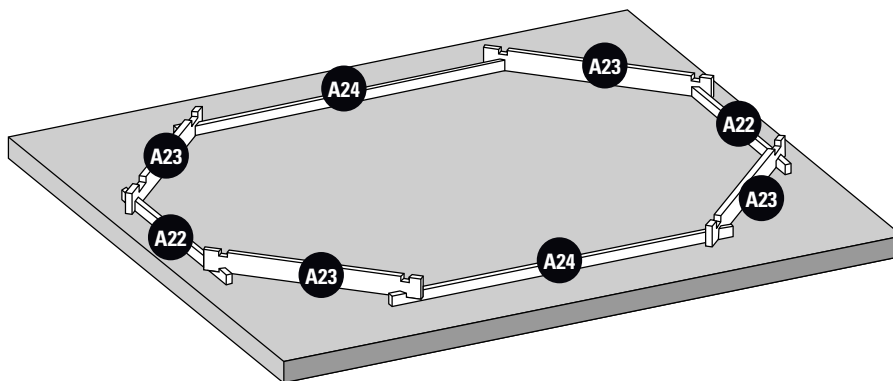

Fig. 1 / Abb. 1 / Afb. 1
**INSTALLATION OF THE FIRST LAYER OF BOARDS:** • Build the first layer placing boards (A22), (A23) and (A24) as shown by figure 1. • Adjust the shape of the pool using the inside dimensions indicated in the installation diagram (see page 44/46). • The drawing shows the inside dimensions of the pool for the different opposing diagonals. After having installed the first layer, you should check the inside dimensions of the pool.
**POSITIONNEMENT DE LA 1ÈRE RANGÉE DE MADRIERS :** • Constituez la première rangée, en disposant les madriers (A22), (A23) et (A24) comme indiqué sur la figure 1. • Ajustez la forme de la piscine en vous aidant des dimensions intérieures indiquées sur le plan d'implantation (Voir page 44/46). • Le plan donne les dimensions intérieures du bassin pour les différentes diagonales opposées.
**POSITIONIERUNG DER ERSTEN REIHE VON BRETTERN:** • Errichten Sie die erste Reihe, indem Bretter (A22), (A23) und (A24) platzieren, wie Abb. 1 zeigt. • Passen Sie die Form des Pools an, indem Sie die angezeigten Innenmaße verwenden, die in der Einbauzeichnung (Siehe Seite 42-45) aufgeführt sind. • Die Zeichnung zeigt die Innenmaße des Pools für die verschiedenen gegenüberliegenden Diagonalen.
**PLAATSING VAN DE EERSTE RIJ PLANKEN:** • Construeer de eerste rij door het plaatsen van planken (A22), (A23) en (A24) zoals te zien is op afbeelding 1. • Plan de vorm van het zwembad aan waarbij u gebruik maakt van de interne afmetingen die zijn aangegeven op het montageplan (Zie pagina 44/46). • Het plan geeft interne afmetingen van het zwembad aan voor de verschillende tegenover elkaar liggende diagonale lijnen.